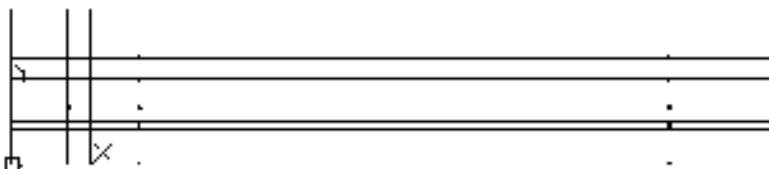

图 10-57 偏移直线
- ① 单击“绘图”工具栏中的“直线”按钮，在坐标原点绘制一条水平直线和竖直直线。
- ② 单击“修改”工具栏中的“偏移”按钮，将上步绘制的水平直线向上偏移，偏移距离为“5”“6”“8”“12”和“15”；重复“偏移”命令，将竖直直线向右偏移“8”“11”“18”和“93”，结果如图 10-57 所示。